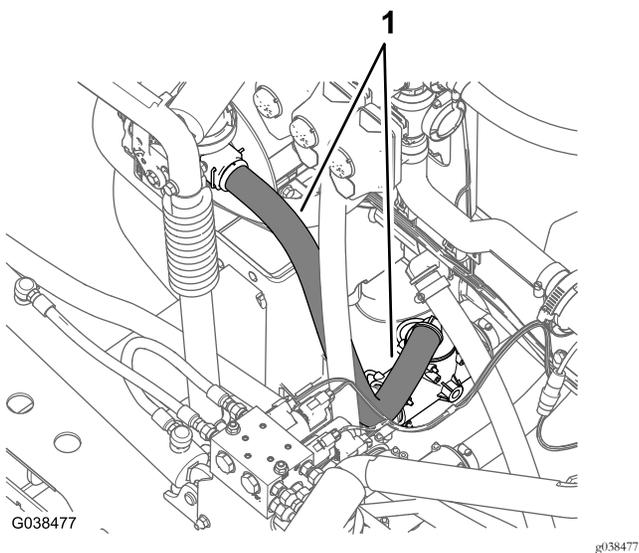

図 74
3. 図 74のように、散布用給液ホースを、水圧リリースバルブの前方にあるT字フィッティングに導く。